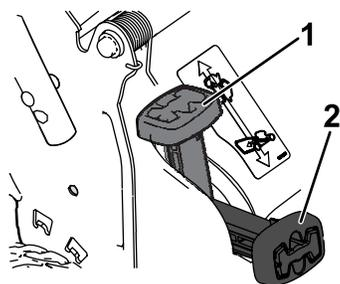

Figura 15
- **Se desejar recolher relva e aparas**, prima o botão na alavanca de uso do saco a pedido e desloque a alavanca para a frente até que o botão saia (Figura 15).
Nota: Se o saco da relva estiver na máquina, retire-o antes de efetuar a descarga traseira das aparas de relva; consulte Remoção do saco de relva \(página 15\). A alavanca da funcionalidade de uso do saco a pedido deve estar na posição de RECOLHA como se mostra na Figura 15.